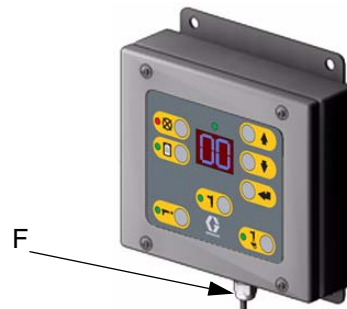

FIG. 17
El cable de la estación del operario (F) está conectado en fábrica a la estación del operario. FIG. 17. No desconecte el cable excepto para reemplazarlo. Pase el cable de 15,2 m (50 ft.) hasta el panel de fluido Smart